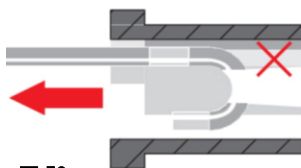

図 52
- ・先端を曲げた状態で物体を吊ったり引っ張ったりしないでください。(図 52)